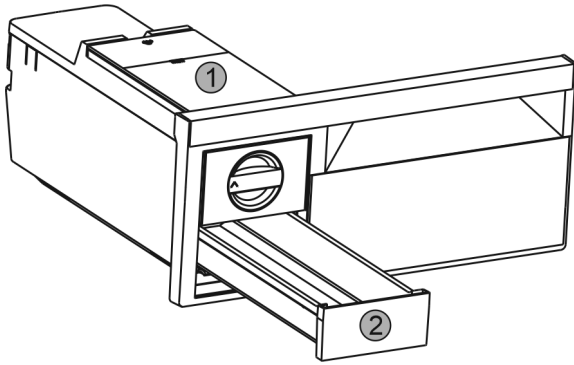

Fig. 36
- ▶ Wassertank Fig. 36 (1) und Eiswürfel-Schubfach Fig. 36 (2) entnehmen.